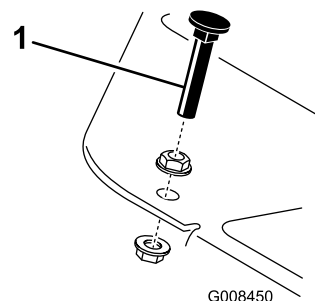

Figura 44
Premete il comando della trazione. Se il pedale tocca il fermo (Figura 44) prima che avvertiate la tensione sul cavo:
1. Allentate i dadi di bloccaggio flangiati che assicurano il fermo del pedale al pianale (Figura 44).